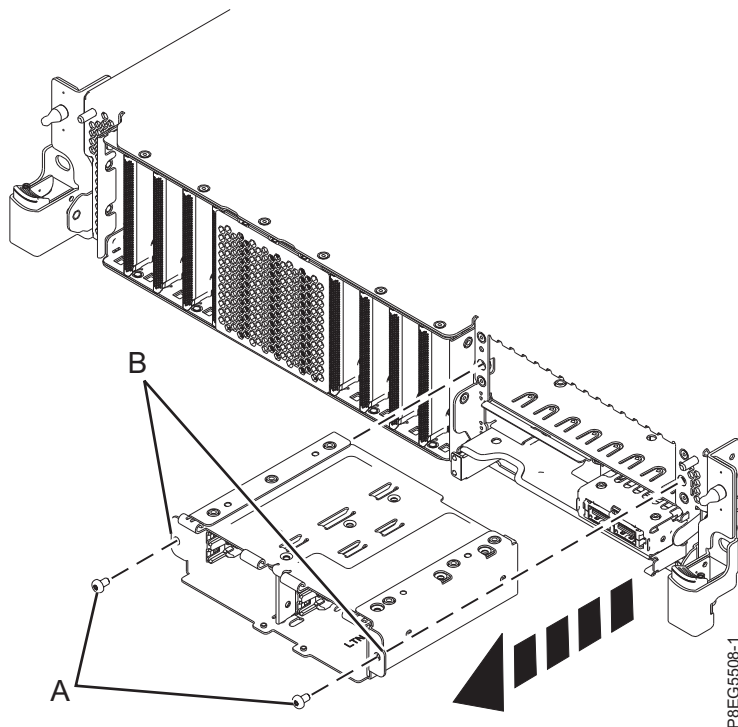

Figura 13. Puxe o compartimento SSD para fora parcialmente
15. Remova os parafusos (A) do compartimento SSD. Deixe os SSDs totalmente inseridos no compartimento. Segure nas flanges de montagem (B) e deslize o compartimento SSD para fora o suficiente para impedir que os pinos atrás do compartimento interfiram na remoção do painel traseiro da unidade de disco. Veja a Figura 13 na página 16.